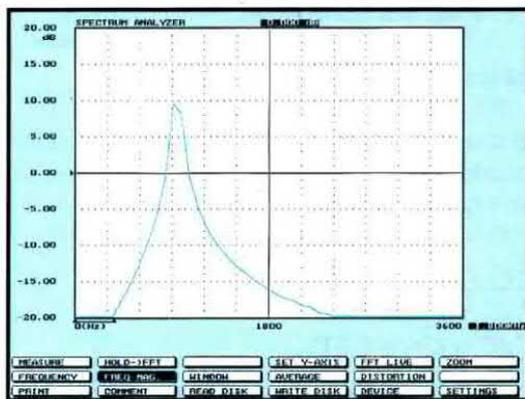

Fig.15 Non considerate valida la misura di fig.14. Per ottenere una misura più precisa portate il cursore su Freq-Mag. e ingranditela di almeno 10 volte.
- Portate il cursore nella casella **FREQ-MAG.**, poi premete Enter e nella finestra che apparirà portate il cursore sul numero **10** e premete Enter. Così facendo il segnale sullo schermo si **allargherà** notevolmente (vedi fig.15).